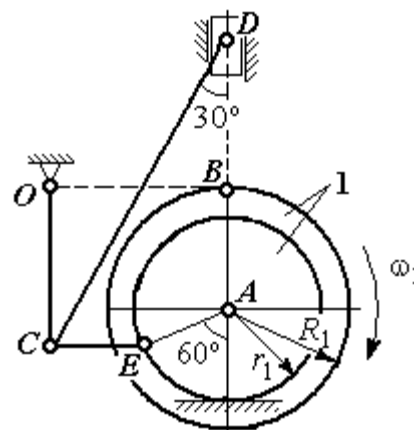

Рис. 2.21. Схема движения плоского механизма
**Задача 31.** В плоском механизме (рис. 2.21) кривошип  $OC$ , вращаясь вокруг неподвижной оси  $O$ , приводит в движение два шатуна  $CD$  и  $CE$ , присоединённых к кривошипу в точке  $C$ . Шатун  $CE$
прикреплён в точке  $E$  к ободу цилиндрического выступа диска 1, который катится без проскальзывания своим выступом по неподвижному горизонтальному рельсу. К другому шатуну  $CD$  в точке  $D$  прикреплён ползун, перемещающийся вдоль направления вертикального диаметра диска 1. Все соединения шарнирные. Радиусы диска и цилиндрического выступа  $R_1 = 3$  см,  $r_1 = 2$  см. Длина шатуна  $CE = 4$  см. В заданном положении механизма (см. рис. 2.21) шатун  $CE$  горизонтален.